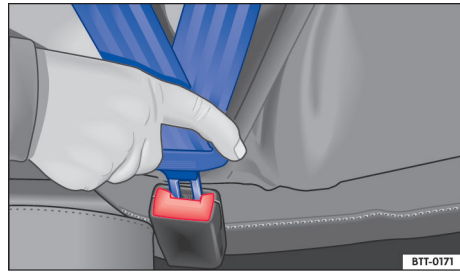

图 23 安全带锁扣和插口
- 将锁舌插入所属座椅的安全锁扣内，下压，直至听到啮合声 → 图 23。安全带锁舌被锁扣锁止。